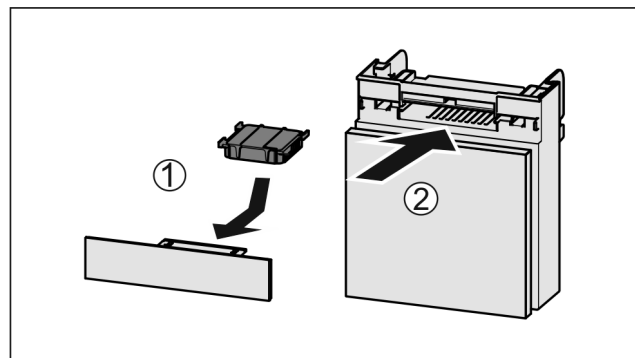

Fig. 137
- Wkładać Fig. 137 (1) filtr z węglem aktywowanym zgodnie z ilustracją.
- Wsunąć komorę Fig. 137 (2).